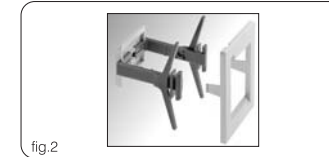

fig.2
- panneau postérieur avec kit sur demande (fig. 2).